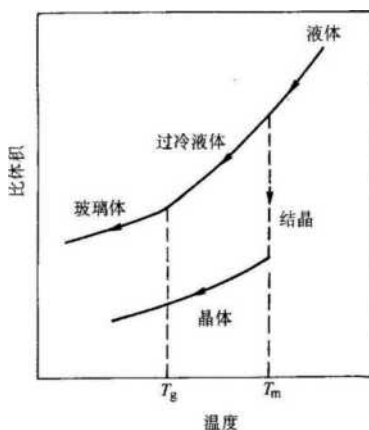

图 1-5 从液态转变为晶体及非晶体的比体积变化
(2) 晶体与非晶体的区别：
- ① 晶体中原子排列是有序的，而非晶体内部原子的排列是无序的，不存在长程的周期排列；
- ② 晶体与非晶体原子排列方式的差异造成两者性能上差别：
- ③ 从液态转变为晶体和非晶体时，两者表现的行为是不同的：
- a. 对于晶体，如图 1-5 所示，从液态冷却凝固（或固态加热熔化）时具有确定的熔点，并发生体积的突变，液体向晶体的转变就不同了，它不是简单的冷却过程，而还具有结构转变，称为结晶；